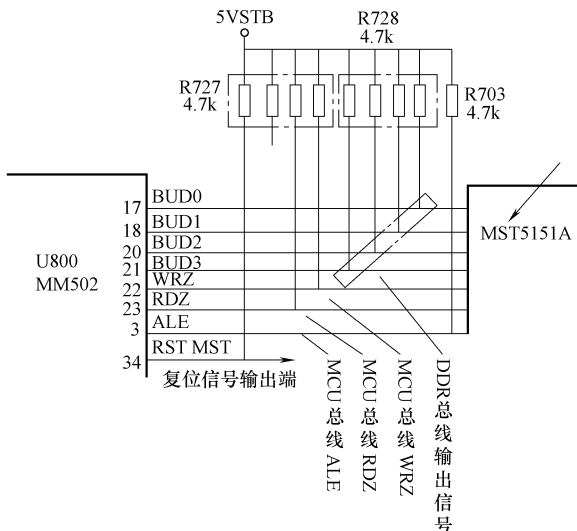

图 4-57 对 MST515A 电路的控制原理分析图
1) 电源电压的输出。开机时, ③脚输出低电平, V200 截止, 其集电极输出高电平, 一路由插座①脚送开关电源, 使开关电源输出 24V、12V 等电源电压。
2) 各信号处理电路 5V 工作电压的输出。③脚输出低电平使 V200 截止后, 其集电极输出的高电平的另一路经 RA51 使 QA51 导通, 将 UA51 开关管栅极高电平拉低, UA51 内部两只场效应管导通, 从 UA51 ⑤~⑧脚输出 5V 电压供给各信号处理电路。
3) 待机状态的控制。当电视机接收到待机指令时, MM502 的 ③脚输出高电平, V200 导通, 集电极输出低电平, 开关电源 24V、12V 等电压被切断, 同时 QA51 截止, UA51 场效应管栅极呈高电平而截止, 不能输出 5V 电压给小信号处理电路, 电视机转为待机状态。
(8) 对 MST515A 电路的控制原理
长虹 LS10 型机心 MM502 通过引脚 ③、⑰、⑱、⑳~㉓与扫描格式变换电路 MST515A 相连接, 从而实现对 MST515A 电路工作状态的检测与控制, 如图 4-57 所示。